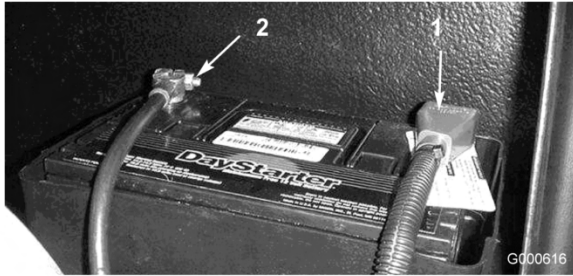

図 42
5. 赤い（+）ケーブルをバッテリーの（+）端子に、黒いケーブル（-）はバッテリーの（-）端子に固定する（図42）ケーブルはキャップスクリューとナットで各電極に確実に固定すること。プラス端子が電極に十分にはまり込んでいること、ケーブルの配線に無